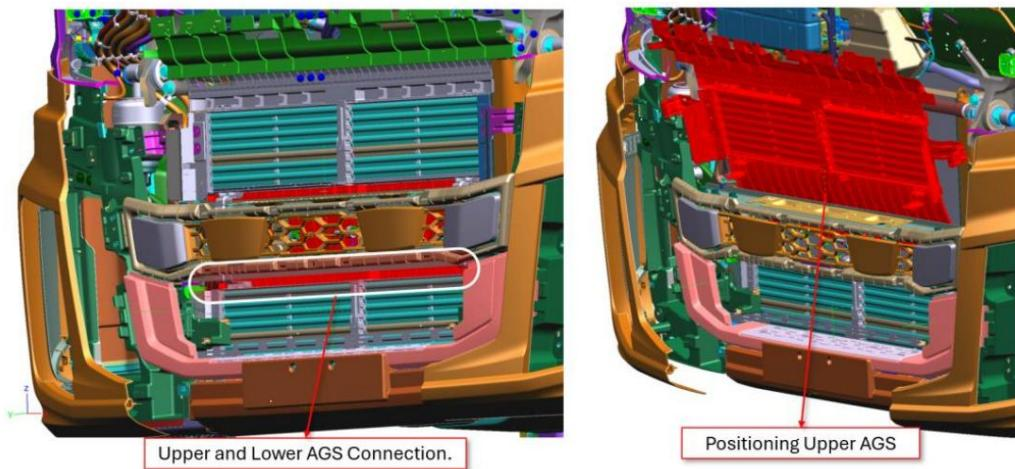

Figure 9 : Retrait de l'AGS supérieur.
13. Séparez l'AGS inférieur et l'AGS supérieur l'un de l'autre par des clips métalliques (la zone est indiquée sur la Figure 9 à gauche).
Retirez l'AGS supérieur, placez l'AGS retiré sur une table plate. (Figure 9)